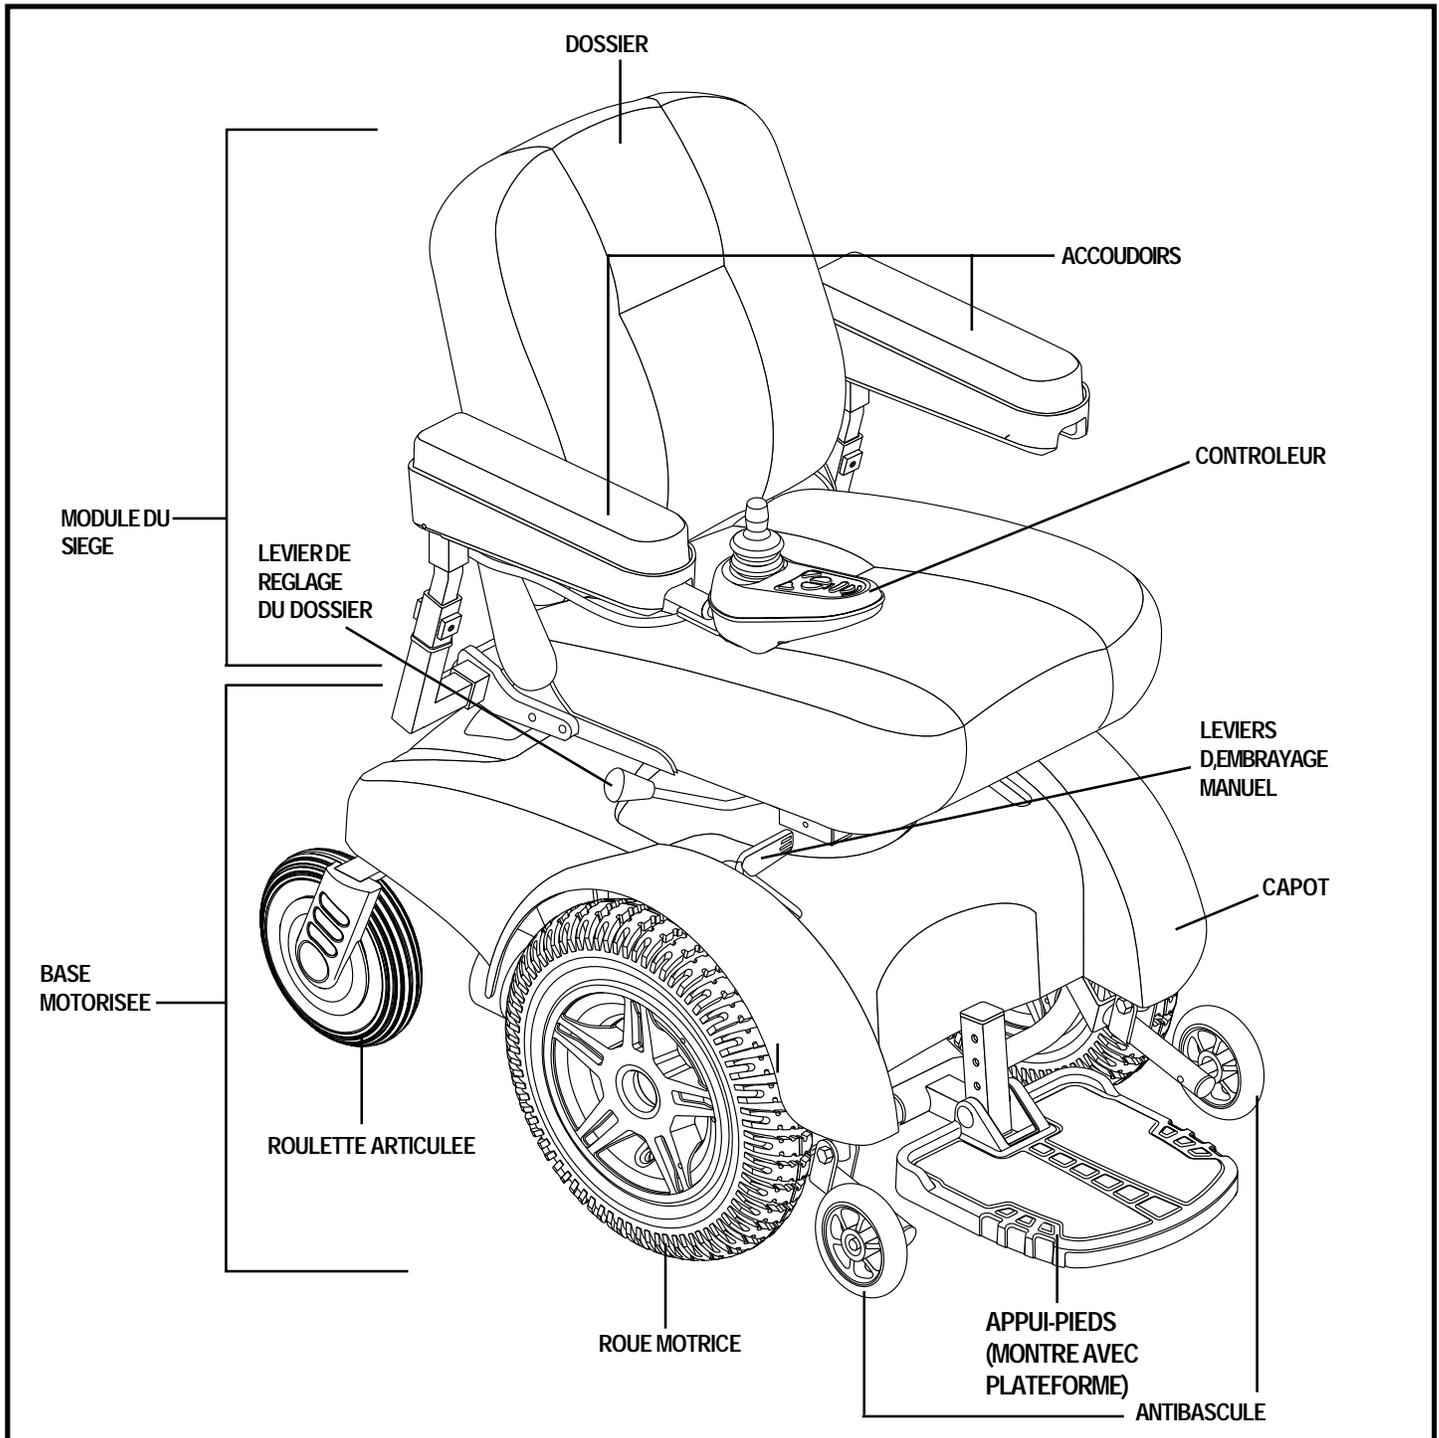

Figure 5. Le Jazzy Sélect Série 14
Votre fauteuil possède deux composantes principales: le module de siège et la base motrice. Voir la figure 5. Typiquement, le siège est composé d'une base, dossier, accoudoirs et du contrôleur. Le module de base motorisée est composé de deux roues motrice, deux antibascule, deux roulettes arrière, un capot, quatre éléments de structure (situés sous le capot), deux boîtiers à batteries et des connecteurs électrique. Voir les figures 5 et 6.
4. Débloquez le levier du siège. Voir la figure 5.
Si votre fauteuil motorisé est équipé d'un siège à dossier inclinable, vous pouvez changer l'inclinaison du dossier. Le levier est situé sur le côté droit de la base du siège. Voir la figure 5.